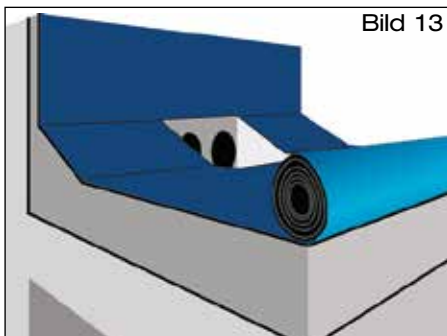

Bild 13
- 2.5 Zweite Lage der Dachdichtungsbahn über Ablauf ausrollen. Im Bereich des Attikaablaufes Aussparung mit Abmessungen entsprechend Außenkonturen der Sieböffnung vorsehen (Bild 13). Zweite Lage der Dachdichtungsbahn zurückrollen, Anschlussbahn und zweite Lage der Dachdichtungsbahn gemäß Verlegevorschriften des Dachdichtungsbahnherstellers verschweißen.